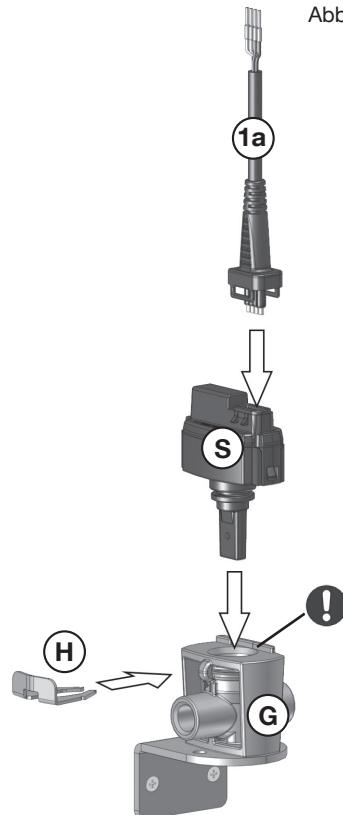

Abb. 7
6. Den **Sensor (S)** in das **Gehäuse (G)** stecken. Dabei obere Gehäusekante beachten, um den Sensor korrekt auszurichten.
7. **Sensor (S)** mit **Halteklammer (H)** fixieren.
9. Beide **NPT-Adapter (2)** jeweils in das **Sensorgehäuse (G)** einschrauben und mit Maulschlüssel SW 10 festziehen.
10. Die **Anschluss-Stücke der beiden Kapillarrohre (3)** mit den **NPT-Adaptoren (2)** verschrauben und festziehen (Abb. 7).